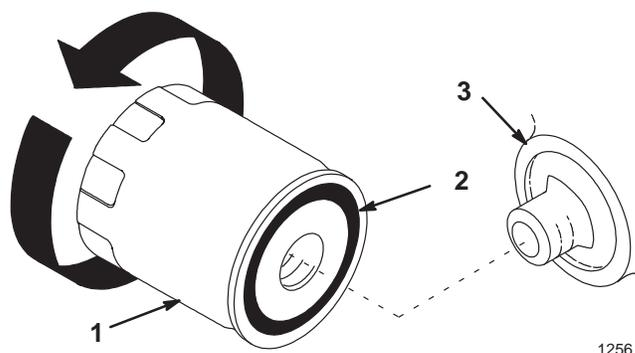

Abbildung 22
2. Den alten Filter entfernen und die Dichtungsfläche des Filteradapters (Abb. 22) abwischen.
3. Eine dünne Schicht neues Öl auf die Gummidichtung und den Austauschfilter geben (Abb. 22).
4. Den Austauschölfilter am Filteradapter anbringen. Den Ölfilter im Uhrzeigersinn drehen, bis die Gummidichtung den Filteradapter berührt. Dann den Filter um eine weitere 1/2 Umdrehung anziehen (Abb. 22).